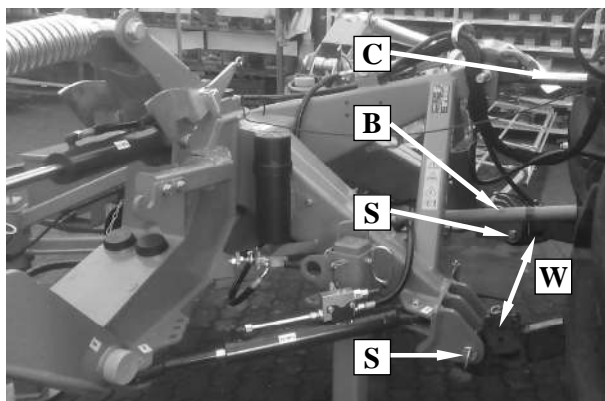

Рис. 12. Косилка подключена к трактору
- и установить шкворни (S) косилки в вешалках (W) нижних тяг трактора (Рис. 12),
- Отрегулировать установку косилки при помощи верхней тяги (C) и вешалок (W),
- подключить шарнирно-телескопический вал (B) (Рис. 12). В случае потребности сократить вал согласно с пунктом 5.1.2.,
- верхней тягой **C** (Рис. 12) установить требуемую высоту кошения. Удлинение тяги **C** увеличивает высоту кошения, а сокращение уменьшает высоту кошения.